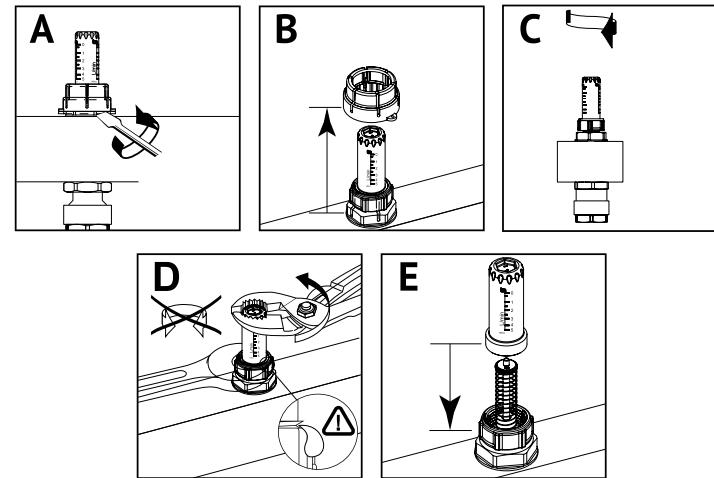
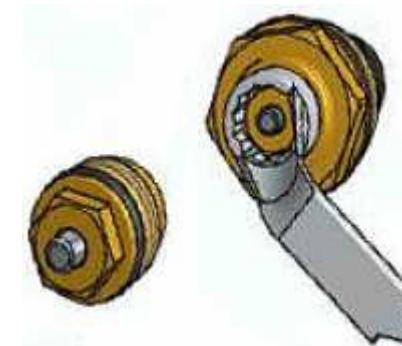

Рис. 5. Очистка расходомера
Рис. 6. Замена регулировочного клапана
5.5. Очистка расходомера (Рис.5).
- Подденьте плоской отверткой защитный колпачок (A) и снимите его (B);
- Поверните гайку по часовой стрелке до полного закрытия вентиля (C);
- Выкрутите колбу расходомера с помощью ключа, придерживая черный штуцер другим ключом (D);
• Очистите колбу расходомера или замените на новую и установите обратно на вентиль (E);
5.6. При течи из-под штока регулировочного клапана, головка клапана может быть снята, отремонтирована или заменена. Головка отвинчивается с помощью гаечного ключа (Рис.6). Сливать воду из коллектора при этом не нужно.